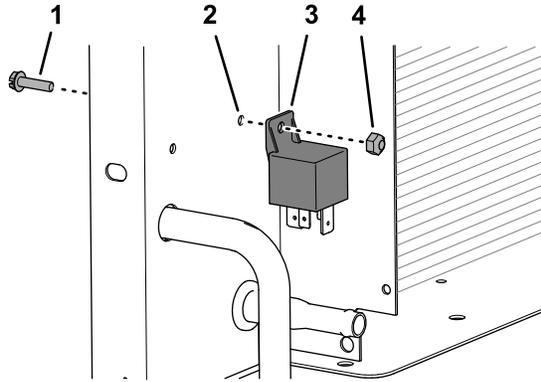

図 24
- 4. ラジエターにグロープラグリレーを固定しているフランジヘッドねじ#10 x 3/4"とロックナット#10を外してリレーを外す 図 24。